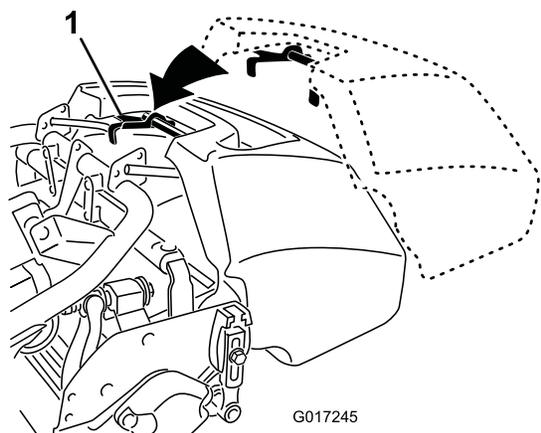

Figure 17
1. Saisissez le bac par la poignée (Figure 17).
2. Guidez le bord du bac entre les plaques du plateau de coupe et par dessus le rouleau avant (Figure 17).
3. Placez les crochets du bac par dessus la boucle du cadre (Figure 17).